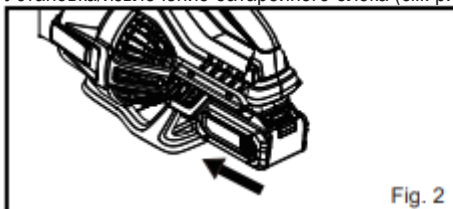

Fig. 2
- Полностью сдвиньте батарейный блок к ручке до щелчка. Убедитесь, что он надежно закреплен (рис. 2).